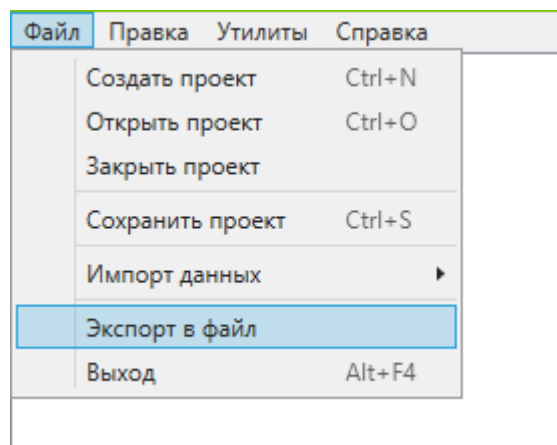

Рисунок 16
13) Для того, чтобы выгрузить документацию, перейдите в меню Файл → Экспорт в файл (рисунок 16).